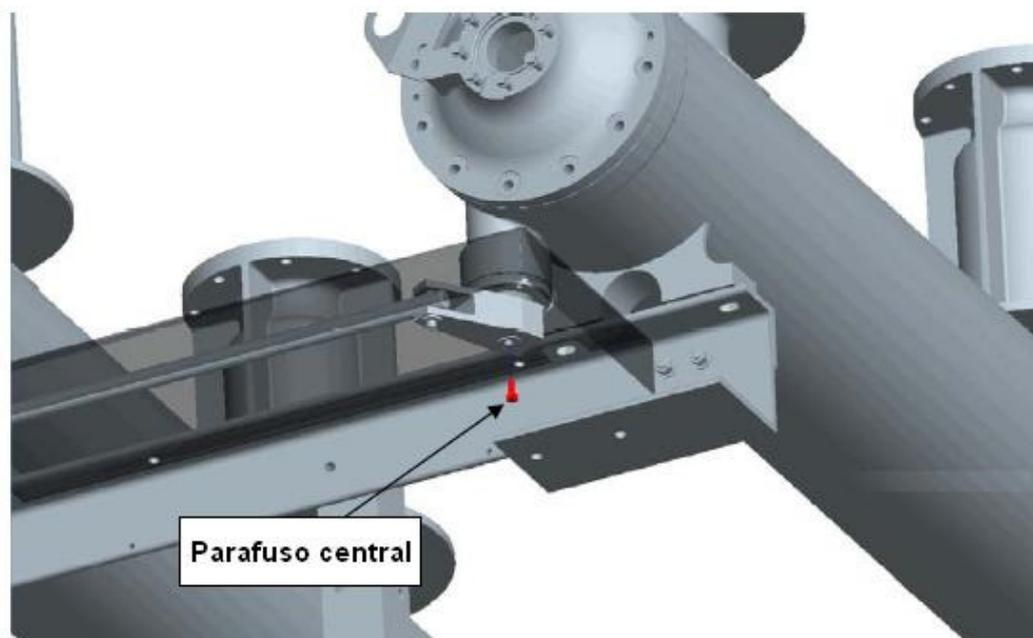

Figura 8: Remoção do Parafuso Central do Acoplamento
1. Remover o parafuso central do acoplamento (Figura 8)